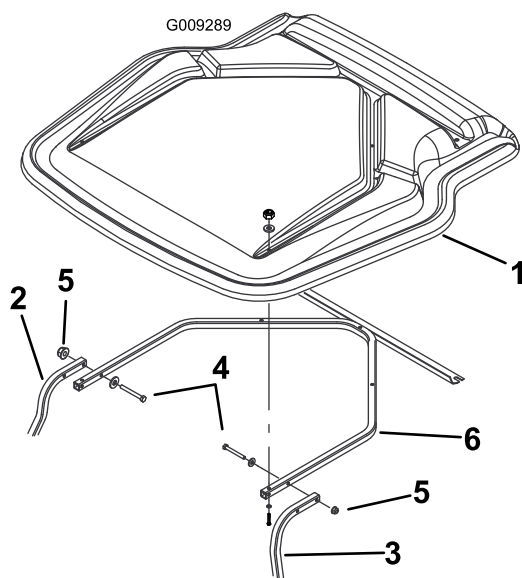

Figura 6
10. Eleve o toldo para a estrutura de suporte e instale, sem apertar, o toldo nos suportes frontais utilizando quatro parafusos (5/16 x 2 3/4 pol.), quatro anilhas de cabeça chata (5/16 pol.) e quatro porcas flangeadas (5/16 pol.) como se mostra na Figura 6.
Nota: O suporte do toldo já está instalado, sem estar apertado, no toldo (Figura 6).